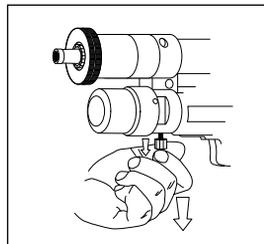

fig. 7
- 3) tirare il dado di protezione verso il basso fino allo sblocco della attrezzatura (fig. 7);